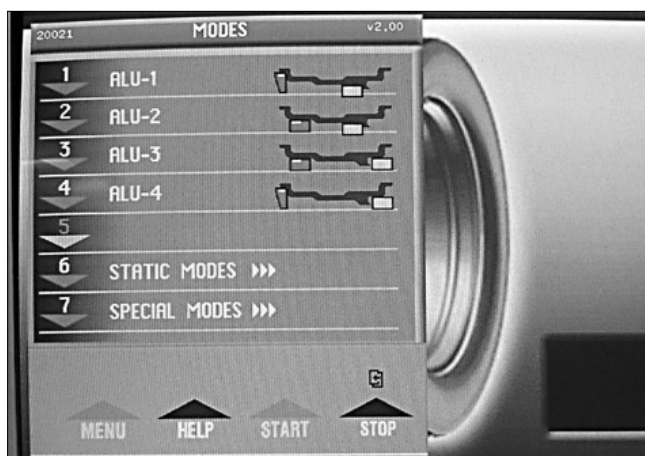

Figure 28 - Écran des modes
- 7.** En faisant tourner le pneu, vous constaterez que vous venez de créer un emplacement pour masselotte escamotée derrière chacun des deux rayons concernés (mode 3D, voir figure 28). Servez-vous du bras de déport pour la fixation de deux masses d'équilibrage correctives.